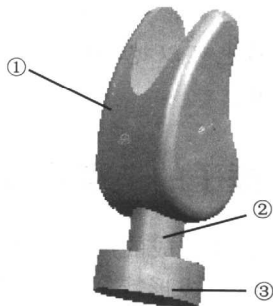

图 1-2 锤头
如图 1-2 所示，可把锤头看成是①、②、③三大块。②和③为圆柱体，可以通过画圆然后拉伸得到，也可以通过直接生成圆柱体的方式；①是相对复杂的一部分，分析它的外形，可通过绘制外轮廓，然后拉伸得到。